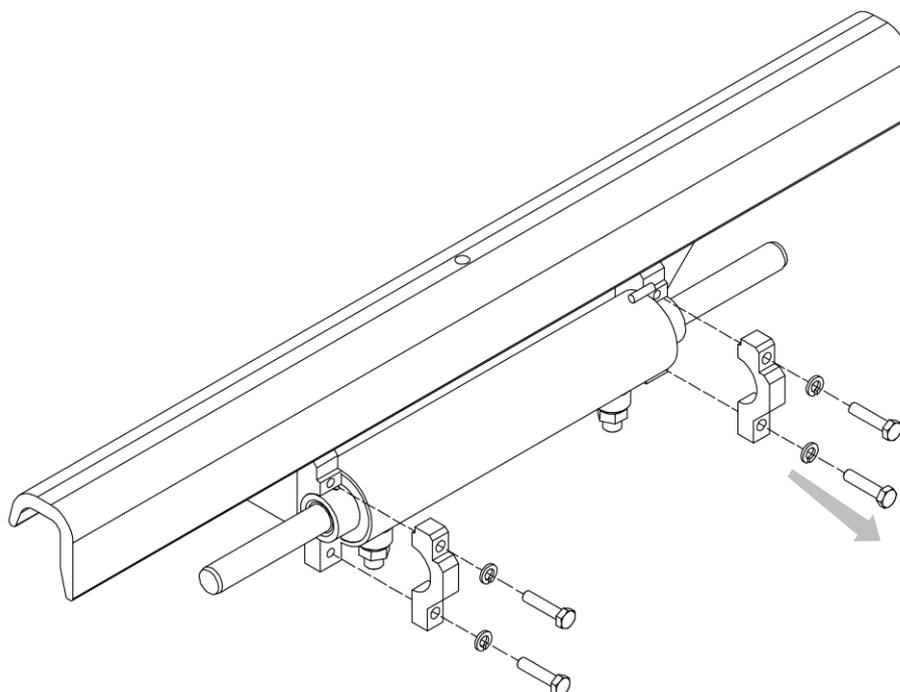

Abbildung 33
4. Beziehen Sie sich auf die *Abbildung 33*.